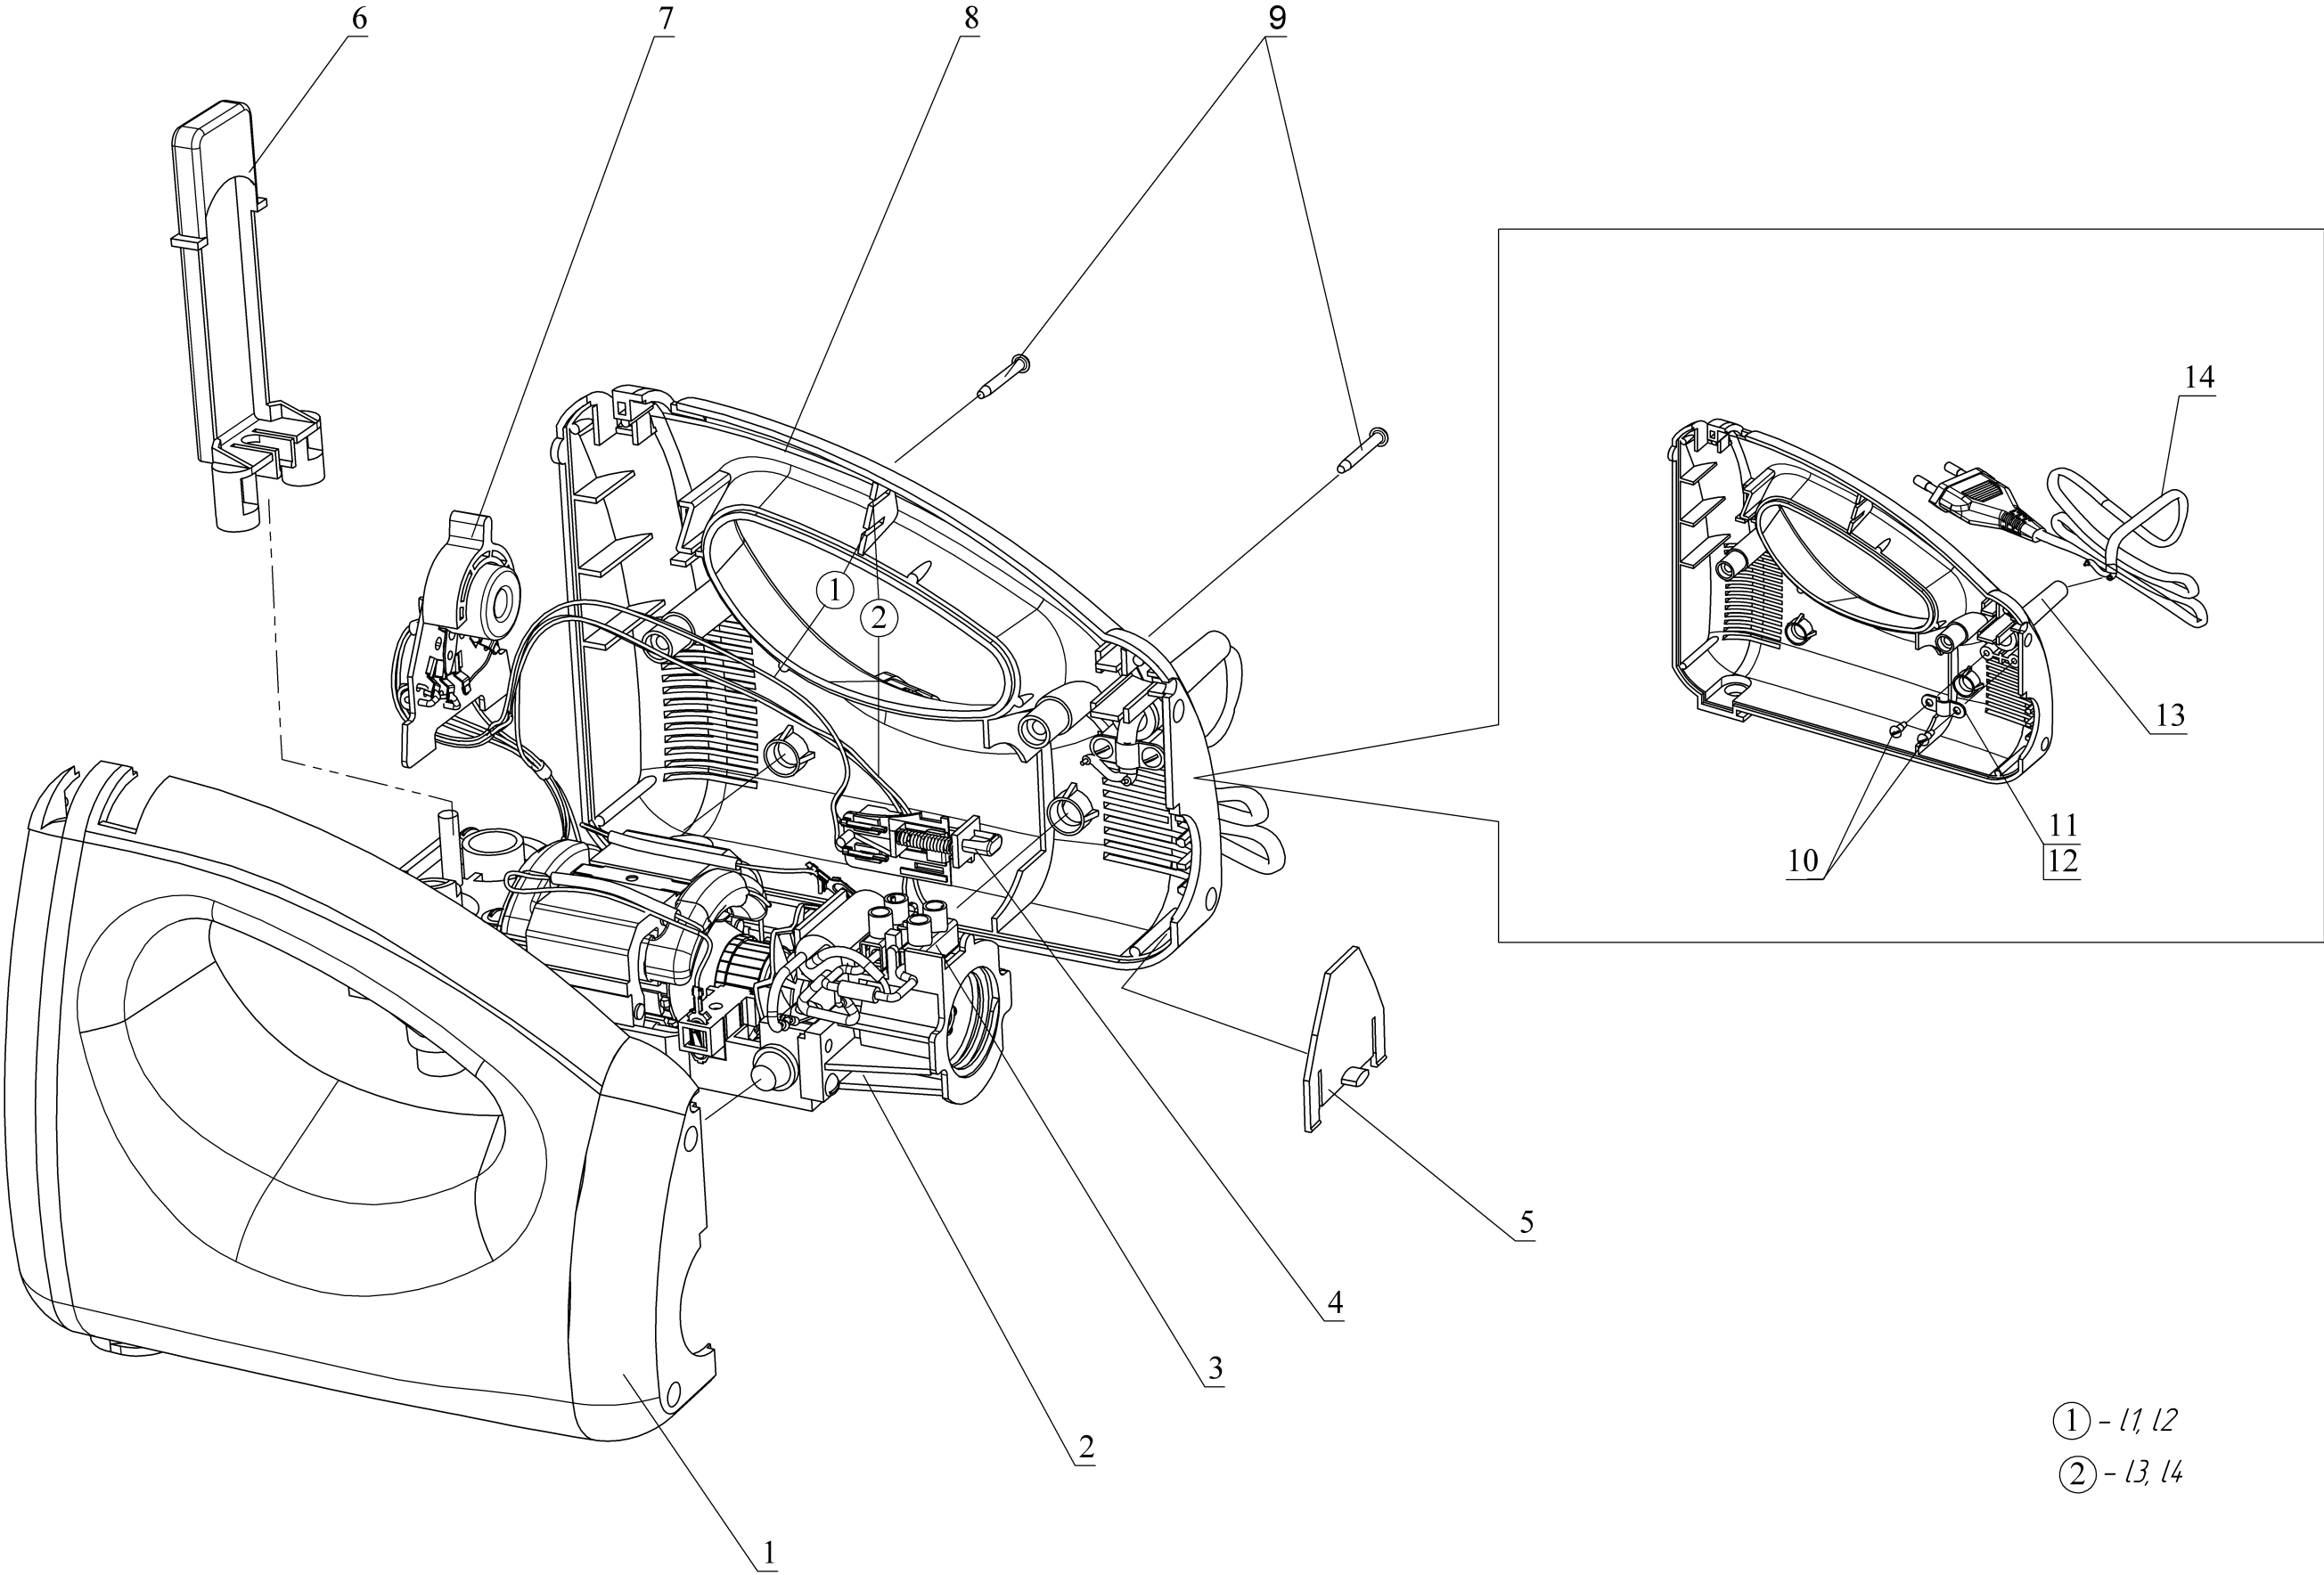

Рисунок 1 - Электропривод
7.2.1 Для обеспечения доступа к отдельным узлам и деталям электропривода необходимо выполнить следующие операции (рисунок 1):
| Замена шнура электропитания (рисунок 1)  | <p>1 Ослабить крепежные винты в клеммах колодки 3, отсоединить концы жил шнура 14.</p> <p>2 Отвернуть два винта 10, снять хомут 11 и прокладку 12.</p> <p>3 Заменить вышедший из строя шнур.</p> <p>4 Сборку производить согласно п. 8.1.2.</p>   |
| Замена переключателя (рисунок 1)   | <p>1 Отпаять провода, снять переключатель 7 и заменить его на новый.</p> <p>2 Припаять провода к новому выключателю, руководствуясь электрической принципиальной схемой (приложение А) и схемой монтажа (приложение Б).</p>   |